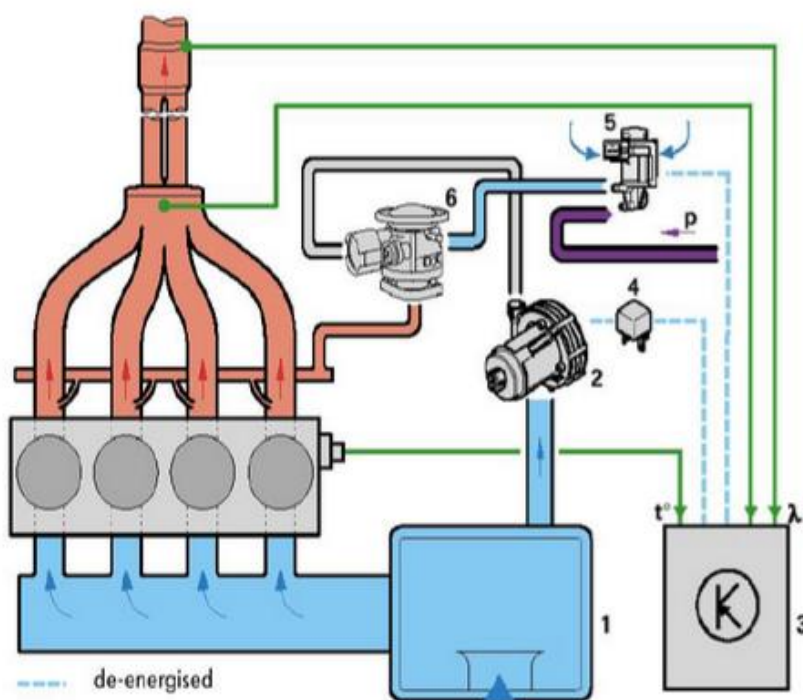
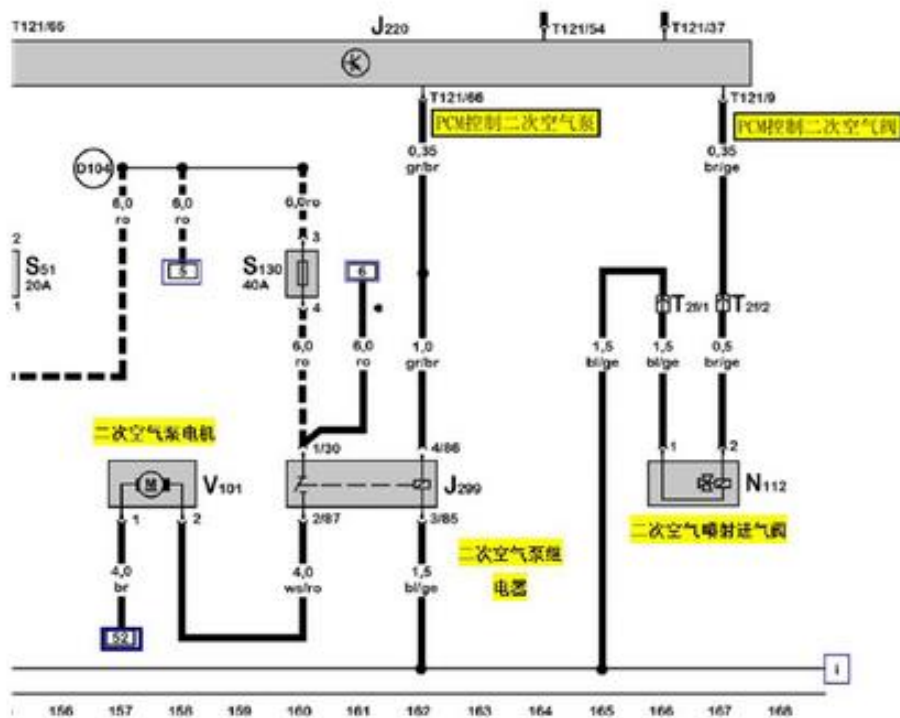

图 1 1-空气滤清器 2-二次空气泵 3-发动机控制单元 4-二次空气泵继电器
图2 二次空气喷射系统控制电路图
3. 一汽大众宝来使用的二次空气喷射系统属于电控空气泵型喷射系统，空气喷入部位位于排气歧管基部（新鲜的空气被喷入排气歧管内靠近气缸体的位置）。其组成如图 1 所示：
1) 发动机控制单元激活二次空气喷射系统开始工作，发动机控制单元输出信号（图 2 T121/9）控制二次空气喷射进气阀 N112 工作，阀门打开，压力 P 经过阀体到达二次空气组合阀（见图 1），在负压的作用下组合阀打开。
3. 二次空气泵继电器 J299(见图 2)
发动机控制单元是通过继电器 J299 来控制二次空气泵 V101 工作的, 继电器 J299 的电源端 1/30 是由位于蓄电池顶部的熔丝 S130 供电的(见图 2)任一损坏都将导致系统失效。